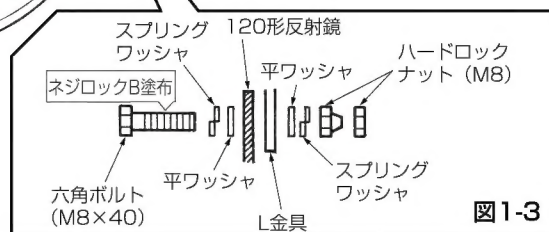

図1-3
- ④付属の六角ボルト (M8×40) 4本とスプリングワッシャ (8mm)、平ワッシャ (8mm) を反射鏡外周リブのマウント取付穴と、120形固定マウントの両サイドの反射鏡取付金具のL金具の穴に通して、スプリングワッシャ (8mm)、平ワッシャ (8mm)、ハードロックナット (M8) で仮止めしてください。(図1-3)